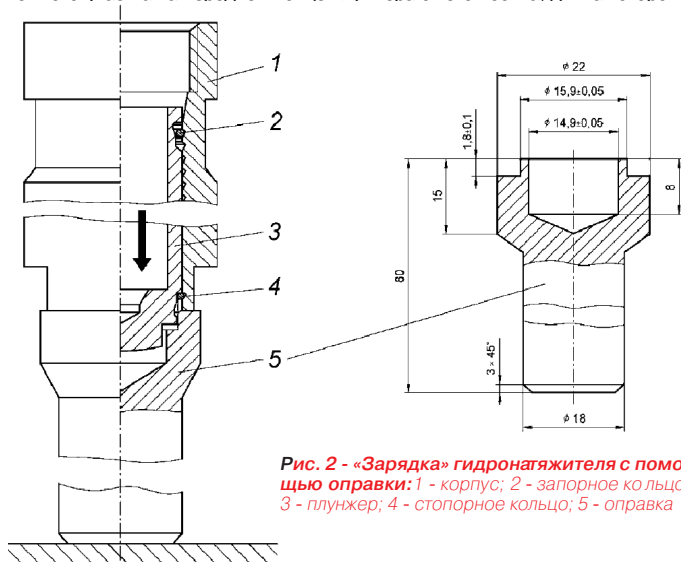

Рис. 2 - «Зарядка» гидронатяжителя с помощью оправки: 1 - корпус; 2 - запорное кольцо; 3 - плунжер; 4 - стопорное кольцо; 5 - оправка
- на закрепленную вертикально оправку 5 (рис. 2) установить корпус 1 гидронатяжителя;